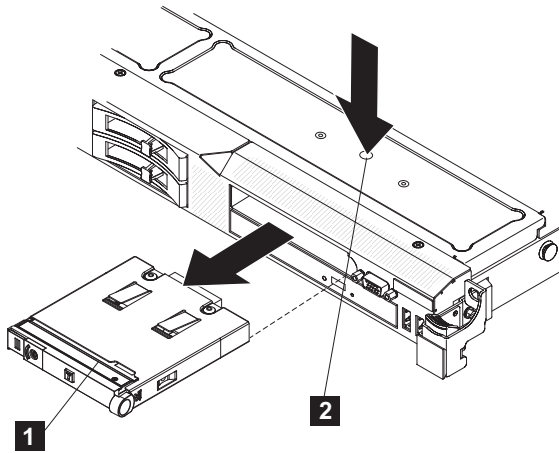

図 255. SAN ボリューム・コントローラー 2145-CG8 または 2145-CF8 オペレーター情報パネルを取り外すための解放タブの使用
7. 先のとがったものを使用して、解放タブ (334 ページの図 255 の **2**) を押し下げます。